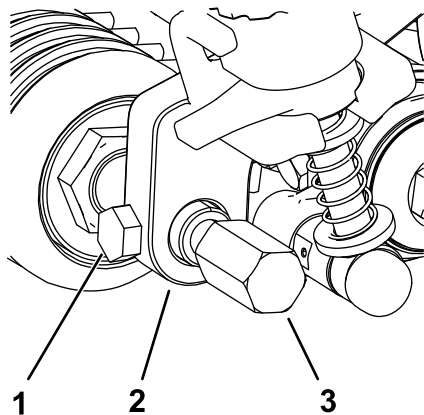

Figura 24
5. Inserite e posizionate l'albero del rullo centrale in mezzo alle staffe dell'altezza di taglio e fissatelo con le 2 viti di montaggio rimosse dalle vecchie staffe dell'altezza di taglio (Figura 24).
6. Collegate le protezioni del grommer a ciascun lato dell'albero del rullo anteriore (Figura 24).